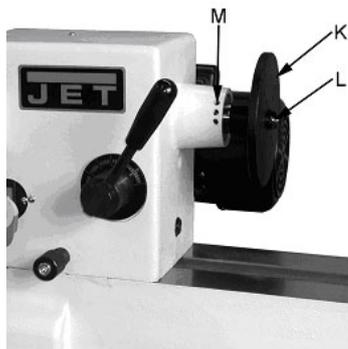

Рис.18
**Зажимной диск** (K, рис.18) применяется для вытачивания чаш и тарелок. В зажимном диске имеется множество отверстий (L) для крепления заготовок.